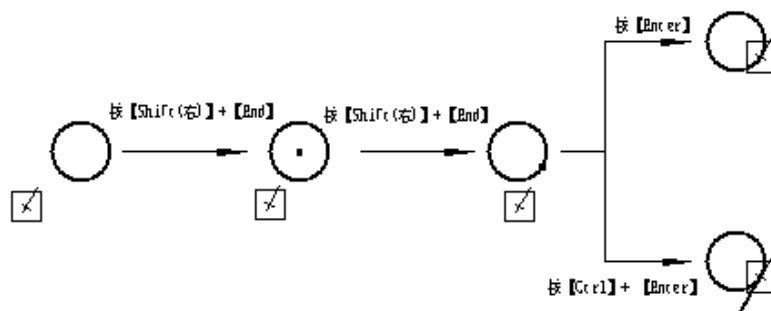

图 4.1-9
对红光标（画线光标），作第①、②种对准操作后，如再按【Enter】键，则光标移至对准目标；如按【Ctrl】+【Enter】，则画出一条从光标至特征点的直线(如图 4.1-9)；对黄光标（画线光标），作此操作后，需先回车，再按【Ctrl】+【L】移动到特征点画线。用此方法可方便地作出圆(弧)的给定方向的切线，用此法做出的切线称为“平动切线”。